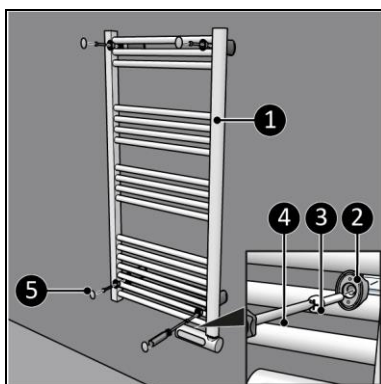

Figure 9
9. Placez l'appareil (figure 9, pos. 1) sur les supports muraux.
10. Vissez et serrez l'appareil avec quatre grandes vis (figure 9, pos. 3) au support mural à l'aide d'un tournevis cruciforme (figure 9, pos. 4).
11. Placez les quatre bouchons d'étanchéité (figure 9, pos. 5).